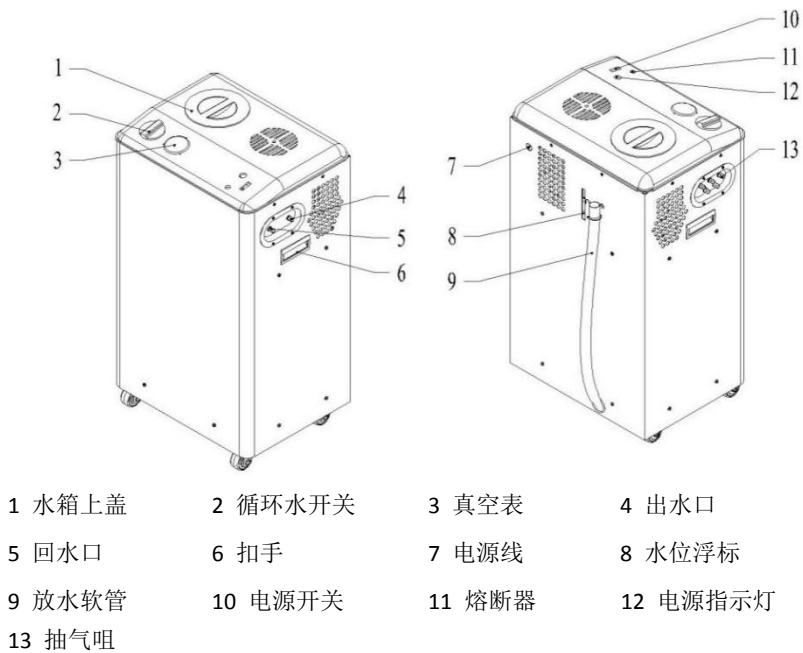

图 1.4 SHB-B95 型循环水式多用真空泵配置
- 3) 检查“放水软管（9）”是否置于图 1.4 中位置。